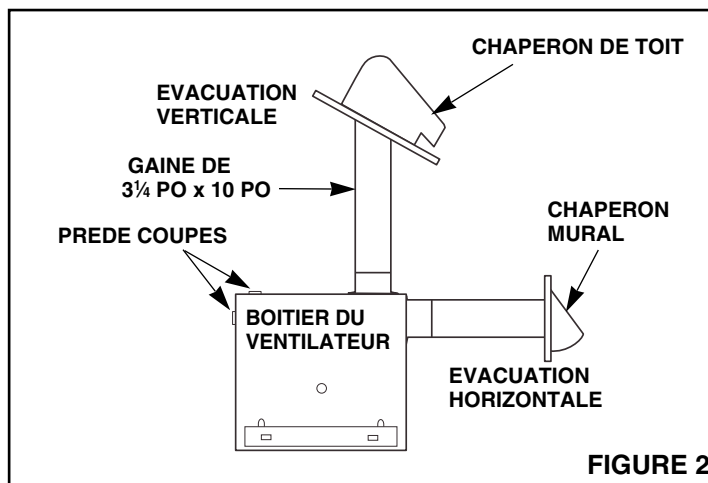

FIGURE 2
2. Voir Figure 2. Enlever une des prédécoupes pour le câblage.